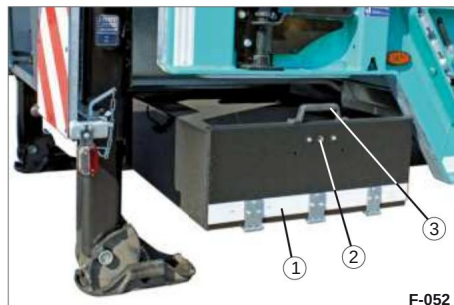

Bild 112 Förvaringslåda stängd
(Bild 112/1) med nyckeln.
Håll locket ordentligt i handtaget (bild 112/3).
• Fäll försiktigt upp locket (bild 112/1).
• Håll locket i handtaget (Bild 112/3) och lås det med fyrkantsnyckeln på låset (Bild 112/2).